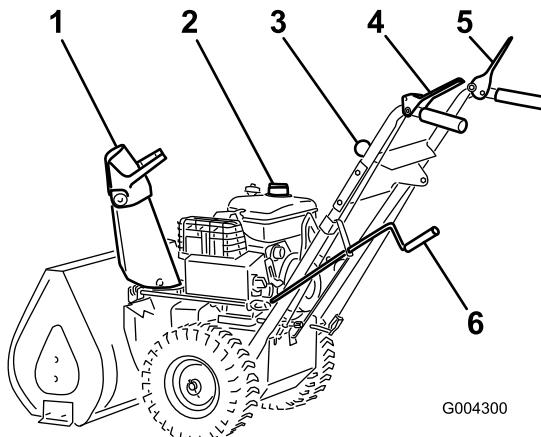

Bild 13
- Lösen Sie den Fahrantriebshebel und den Betätigungshebel für Räumwerk/Gebläserad (Bild 13).
- Legen Sie den 1. Gang ein (Bild 13), drücken Sie den Fahrantriebshebel bis zum Handgriff und lassen ihn dann los. Wenn sich die Schneefräse vor dem Einschalten des Fahrantriebshebels oder nach dem Loslassen bewegt, siehe „Einstellen des Fahrantriebs“.